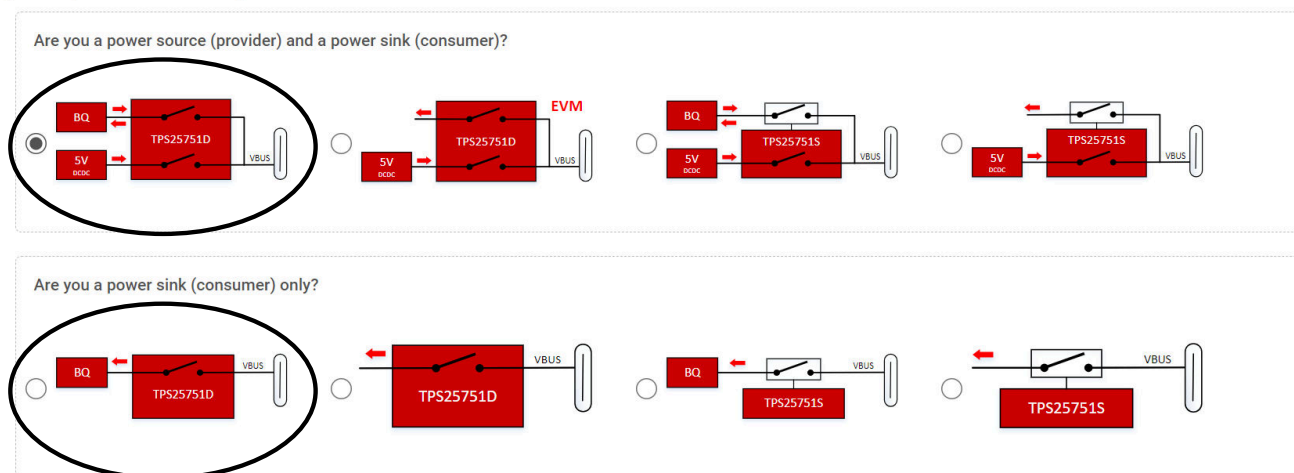

图 4-5. TPS25751D + BQ 配置
1. 打开应用程序自定义工具并选择图 4-5 所示 TPS25751D + BQ 配置之一。